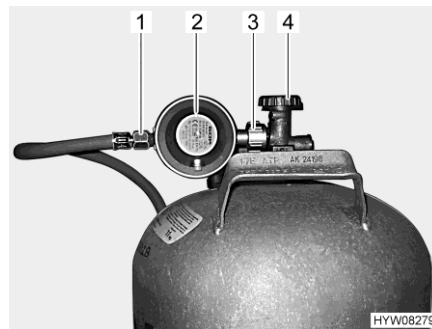

Bild 89 Anslutning gasflaska
- Stäng huvudavstängningsventilen (Bild 89,4) på gasflaskan. Beakta pilriktningen.
- Håll fast gastryckregulatorn (Bild 89,2) och öppna muttern (Bild 89,3) (vanligen vänstergänga).
- Tag bort gastryckregulatorn med gasslangen (Bild 89,1) från gasflaskan.
- Sätt gastryckregulatorn (Bild 89,2) med gasslangen (Bild 89,1) mot gasflaskan och dra åt muttern (Bild 89,3) (vanligen vänstergänga). Dra **inte** åt för hårt.